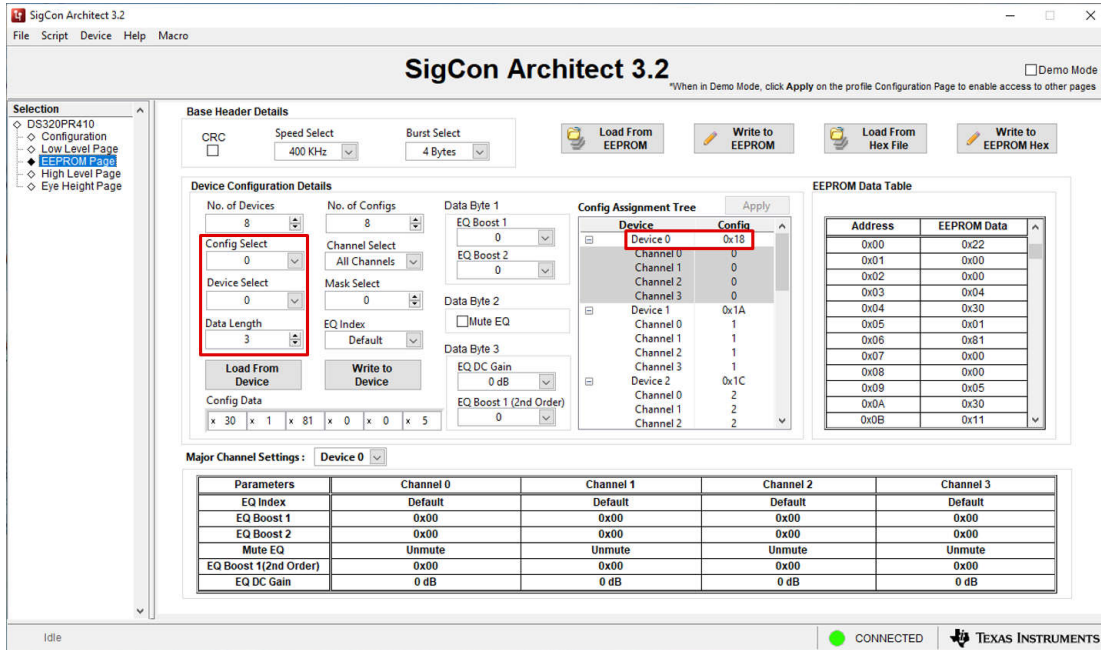

图 4-2. EEPROM 页面：配置选择、器件选择和配置分配树
2. 要对第一个器件进行编程，请从相应的下拉菜单 *Config Select* 和 *Device Select* 中选择“Configuration 0”和“Device 0”。请注意，*Config Assignment Tree* 展示了每个器件的十六进制地址（“”为 0x18）。验证是否将 *Data Length* 设置为 3，因为需要使用 3 个字节的数据来对 DS320PR410 进行编程。图 4-2 展示了这些菜单中的每一个菜单。